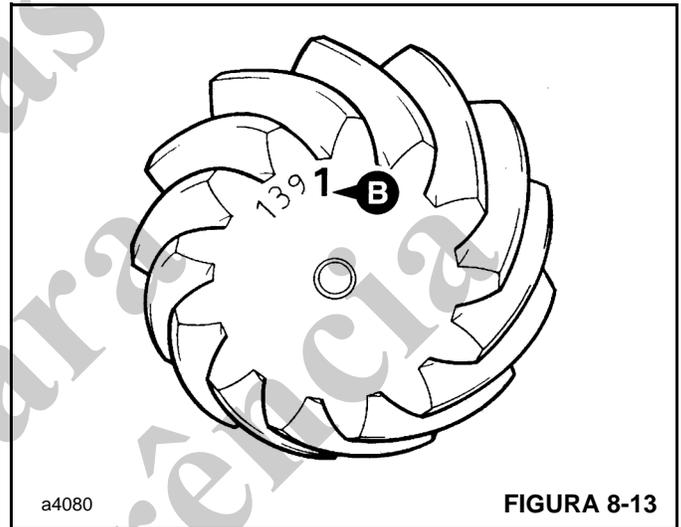
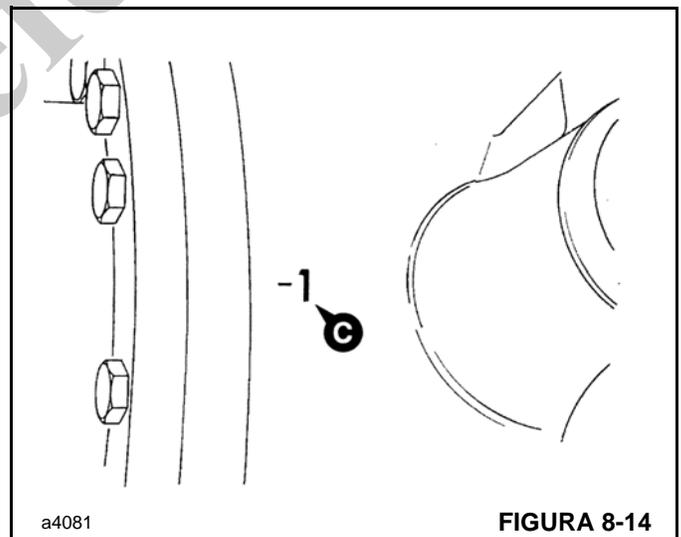

FIGURA 8-13
FIGURA 8-14
3. Anote a distância de montagem **B** (Figura 8-13) marcada no pinhão e o desvio **C** (Figura 8-14) na carcaça da cabeça de acionamento. Ambos os valores estão em unidades de 0,01 mm.